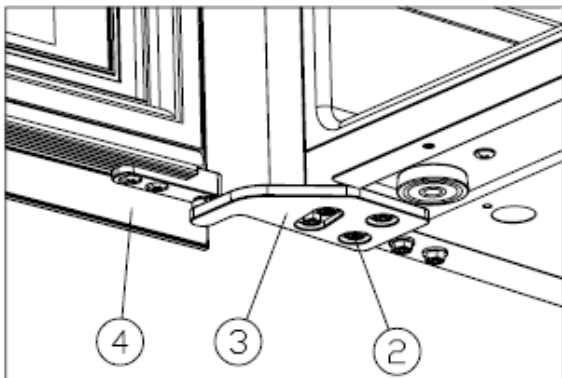

Figure 5
Installez la charnière supérieure droite (3), et serrez les vis M5*16 (2). [Figure 5]